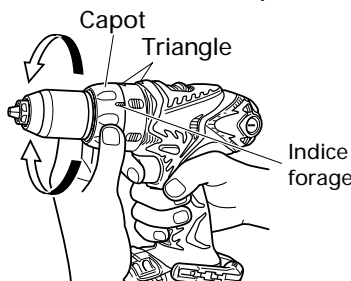

Fig. 24
## 9. Vérification de la position du capuchon (Voir Fig. 24)
### (2) Indication du couple de serrage (Voir Fig. 24)
### (3) Réglage du couple de serrage (Voir Fig. 24)